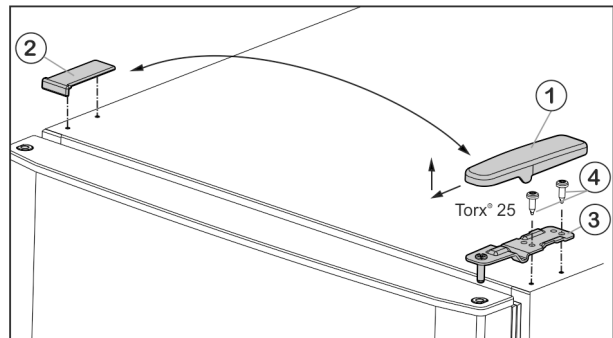

Fig. 5
- ▶ Потяните крышку Fig. 5 (1) вперед и вверх.
- ▶ Снимите крышку Fig. 5 (2).
- ▶ Открутите верхний опорный кронштейн Fig. 5 (3) (2 шт. Torx® 25) Fig. 5 (4) и вытяните вверх.
- ▶ Установите верхний опорный кронштейн Fig. 5 (3) на новой стороне шарнира и защелкните в дверце.
- ▶ Привинтите верхний опорный кронштейн (**с моментом 4 Нм**) (2 шт. Torx® 25) Fig. 5 (4). При необходимости используйте аккумуляторный шуруповерт.
- ▶ Наденьте и защелкните крышку Fig. 5 (1) на противоположной стороне снаружи.
- ▶ Также наденьте сверху и защелкните крышку Fig. 5 (2) на противоположной стороне.